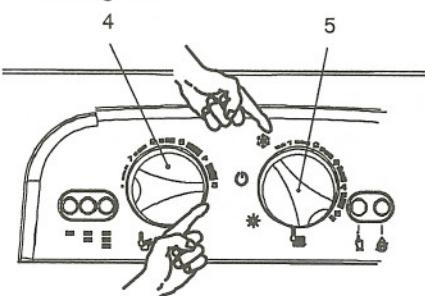

fig. 7.1
- 6 Colocar el mando para la regulación de la temperatura del agua sanitaria 4 en el máximo fig. 7.1